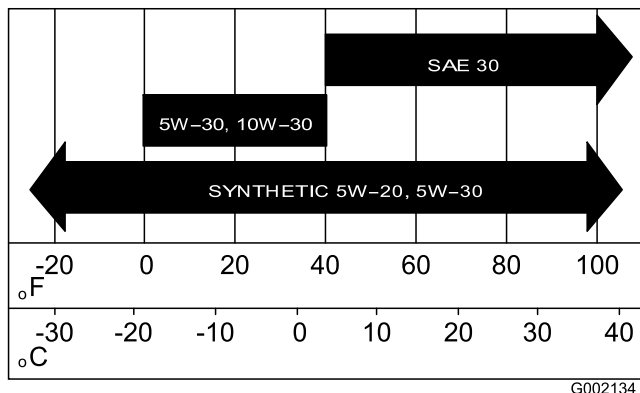

Figura 31
5. Encha o cárter com óleo novo do tipo e viscosidade especificados; consulte Figura 31 em Mudar o óleo (modelos 07273 e 07273TC) (página 31).